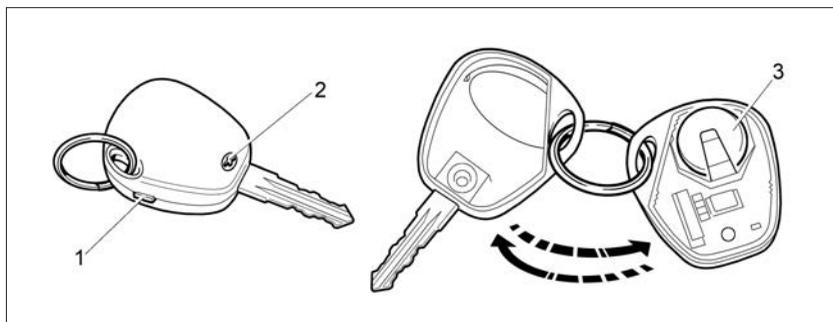

Рис. 85. Замена элемента питания пульта дистанционного управления
- выкрутите винт 2 (рис. 85) со стороны корпуса, противоположной кнопкам управления;
Рис. 85а. Замена элемента питания пульта дистанционного управления
- открыть крышку 2 на пульте 1 (рис. 85а), сдвинув её;